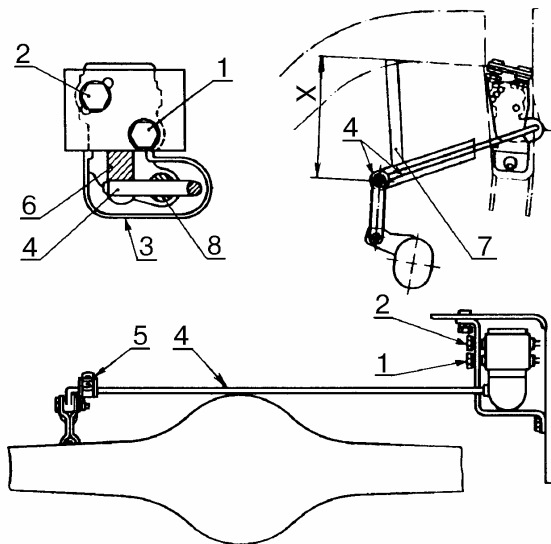

Рис.45.
17.1.1 Произвести регулировку положения регулятора давления тормозов, рис. 45: